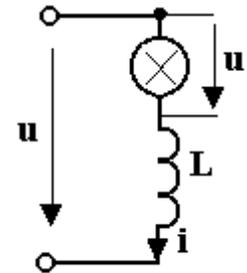

Рис. 11
2. Амплитуда общего напряжения $U_m = 100$ В, частота $f = 50$ Гц, но осветительная лампа рассчитана на напряжение $U_{m1}=40$ В, при котором она потребляет ток $I_m=0,2$ А (рис. 11).